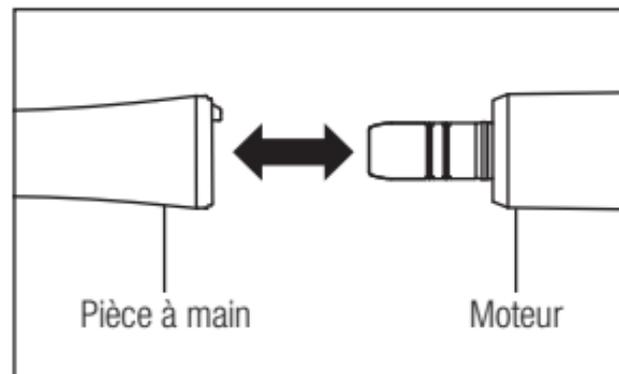

Fig. 1
- 1) Insérez la pièce à main directement sur le moteur. (Fig. 1) Lors de la connexion d'une pièce à main optique, vissez la pièce à main jusqu'à ce qu'il survienne un déclic, indiquant que la pièce est verrouillée en position.